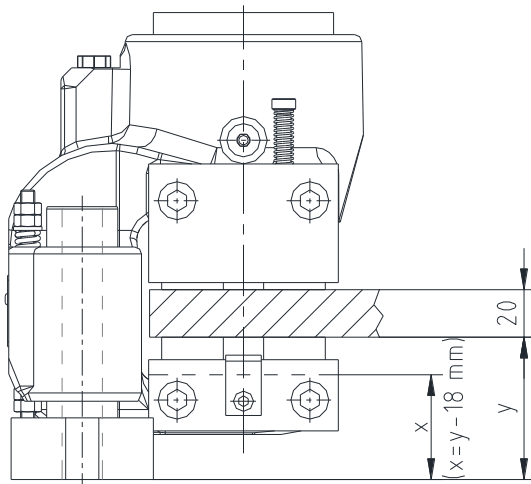
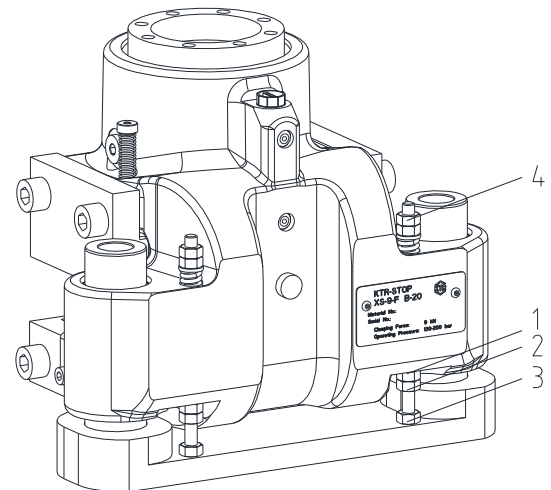

Figura 22: Ajuste del espacio entre ferodos y disco
Figura 23: Ajuste del sistema de centrado
- Asegure el perno mediante la tuerca marcada como 3 en la figura 23.
- Ajuste el espacio entre el disco de freno y el ferodo a 0.5 mm o según el valor x (véase figura 22), desplazando para ello verticalmente la tuerca marcada como 1 en la figura 23.
- Asegure la tuerca hexagonal con la contratuerca hexagonal marcada con 2 en la figura 22.
- Los resortes deben comprimirse 5 mm. Asegure la tuerca hexagonal con la contratuerca hexagonal marcada con 4 en la figura 23.